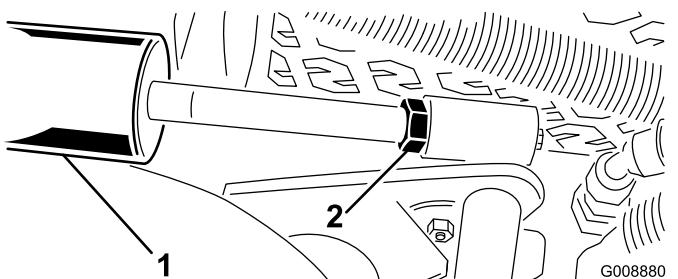

Bild 29
1. Lösen Sie die Kontermutter am Hubzylinder (Bild 29).